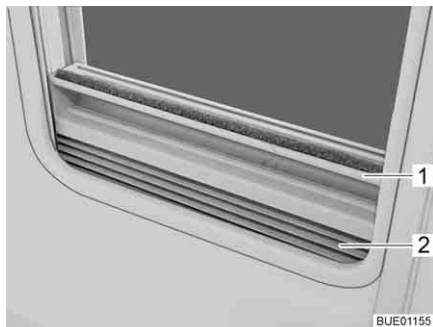

Bild 32 Plisségardin
- Ta tag i mitten på plisségardinens (Bild 32,2) list (Bild 32,1) och drag den nerifrån och upp och släpp loss den vid önskad höjd. Plisségardinens stannar på denna höjd.